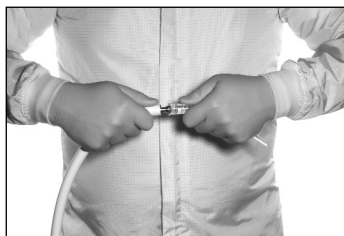

FIGURE 3. RACCORDEMENT DE L'EMBOUT AMOVIBLE AU CÂBLE À FIBRES OPTIQUES
3. Fixez l'embout amovible sur câble à fibres optiques en saisissant l'embout au niveau de la prise et le câble au bout du connecteur, puis poussez la prise sur l'extrémité du connecteur correspondant du câble (cf. figure 3). Ne PAS lubrifier le connecteur métallique du câble en fibre optique NI aucun élément de branchement entre le câble en fibre optique et la pointe amovible. L'extérieur du système assemblé doit être lubrifié avant d'être inséré. Le connecteur de l'embout de 40 F est différent de celui de 50 F ou de 56 F ; cependant les branchements s'effectuent exactement de la même manière. Le câble à fibres optiques ne peut pas être utilisé sur un patient si aucun embout amovible n'est connecté, car cela pourrait provoquer des brûlures.